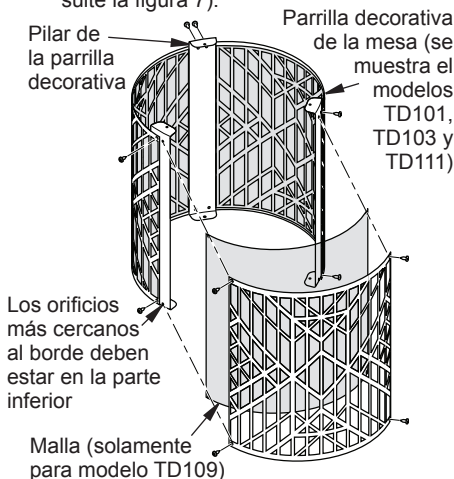

Figura 6 - Conjunto de parrilla decorativa y pilar de parrilla
12. Solamente para modelo TD109: Coloque las 3 piezas de la malla alrededor de los pilares de la parrilla. Todos los modelos: Coloque las 3 piezas de la parrilla decorativa alrededor de los pilares de la parrilla. Fije a los pilares de las mismas con 4 tornillos (C) por cada parrilla, como se muestra en la figura 6.